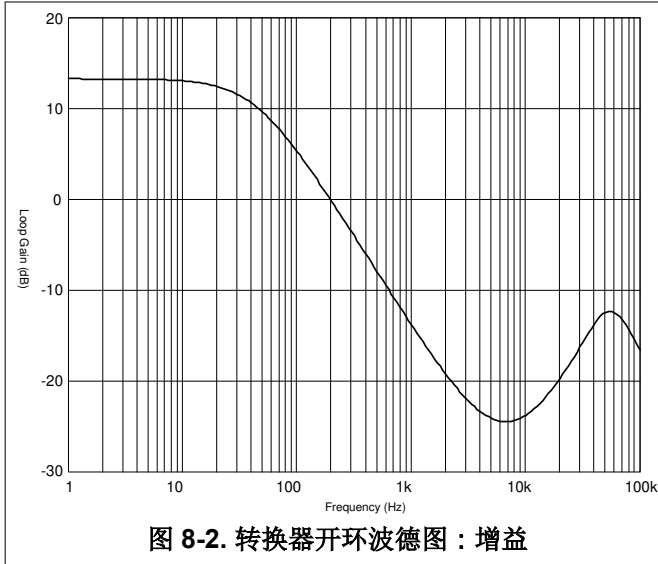
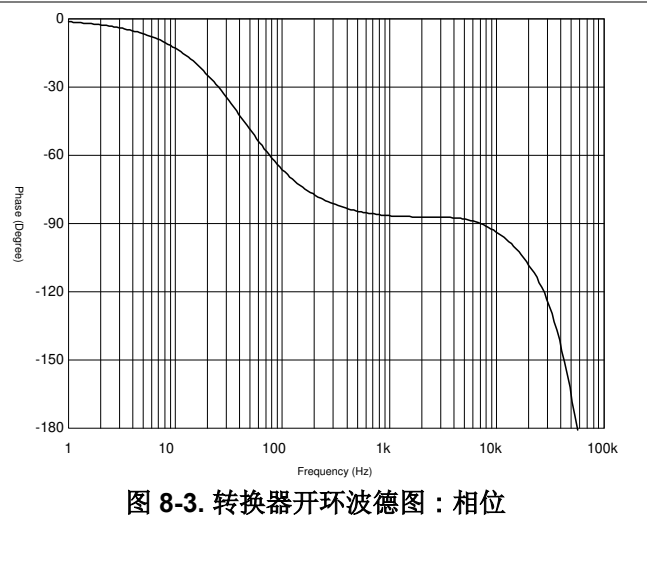

图 8-2. 转换器开环波德图：增益
图 8-3. 转换器开环波德图：相位
- 相应地绘制了开环增益和相位波德图 ( 请参阅 图 8-2 和 图 8-3 ) 。